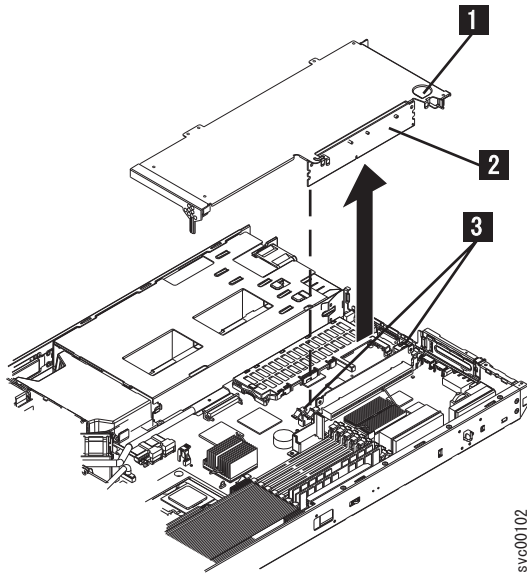

図 180. SAN ボリューム・コントローラー 2145-8F2 または SAN ボリューム・コントローラー 2145-8F4のスロット 2 アダプター
- a. スロット 2 のライザー・カード (210 ページの図 180 の **2**) の両側面にある固定クリップを、ライザー・カードからの接続がなくなるまで下方に押しながら開きます。